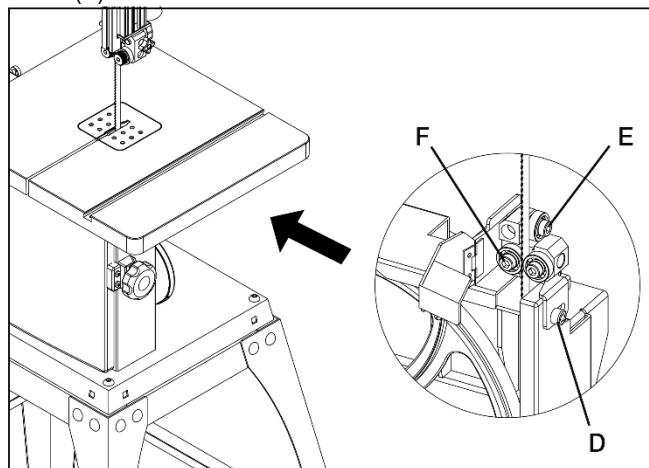

Рисунок 16
Ослабьте винт с внутренним шестигранником (D, Рис.16), переместите всю нижнюю направляющую пильной ленты и установите боковые подшипники в положение 1-2 мм от впадины зуба полотна (изогнутая область в основании зуба). Снова затяните винты (D).
затяните болт (Е, Рис. 16).
Ослабьте болт (F, Рис. 16) и отрегулируйте боковые подшипники с зазором 0,5 мм до ленты. Снова затяните болт (F).